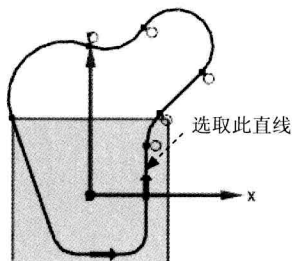

图 2.14.4 添加约束（一）
Step 1 单击“显示所有约束”按钮 和“约束”按钮 。系统弹出“几何约束”对话框，单击 按钮，选取图 2.14.4 所示的直线，则对该直线添加“竖直”约束。